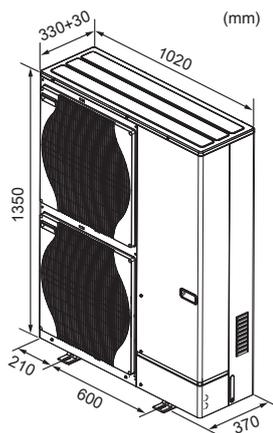

Fig. 2-2
2.2. Dimensões globais (Unidade exterior) (Fig. 2-2)